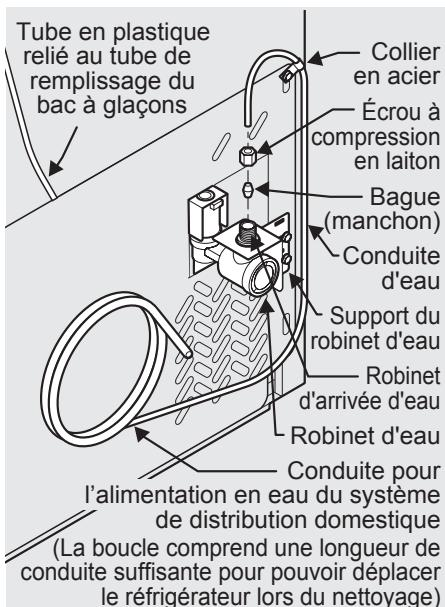

Figure 1
Voir Figure 1.
- L'écrou et la bague d'extrémité sont déjà assemblés sur le tube. Glissez l'écrou de compression sur le robinet d'entrée et serrez l'écrou de compression à la main sur le robinet. Serrez d'un autre demi tour avec une clé; ne PAS serrer trop fort. Voir Figure 1.